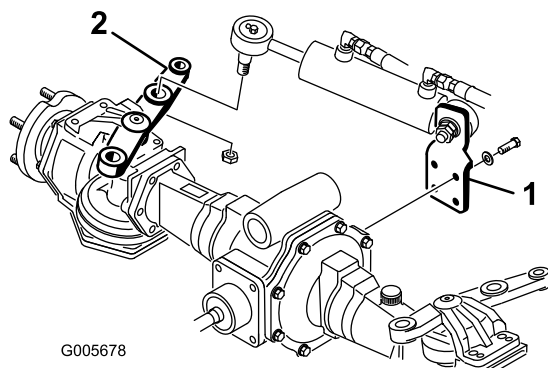

Bild 3
2. Befestigen Sie die Zylinderstützhalterung mit 4 Schrauben (M10 x 30) und Scheiben hinten an der Achse (Bild 3). Tragen Sie Loctite 242 oder ein Äquivalent auf und ziehen Sie die Schrauben auf 65 bis 81 Nm an.